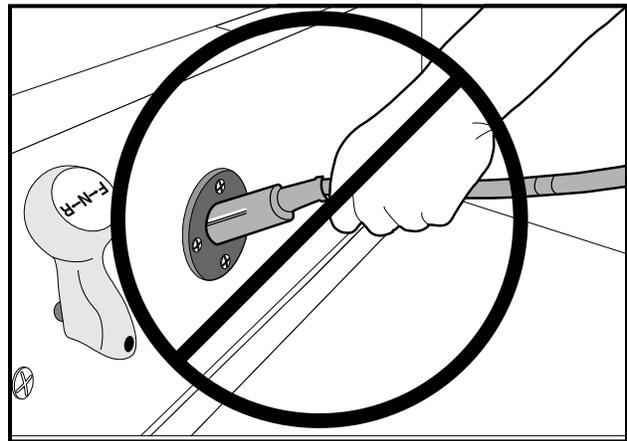

FIGURE 25
- DO NOT PULL ON THE DC CORD (**SEE FIGURE 25, PAGE 34**). DO NOT TWIST, ROCK OR BEND THE PLUG. TO DISCONNECT THE CHARGER PLUG FROM THE VEHICLE RECEPTACLE, GRASP THE PLUG BY THE HANDLE AND PULL THE PLUG STRAIGHT OUT OF THE RECEPTACLE.